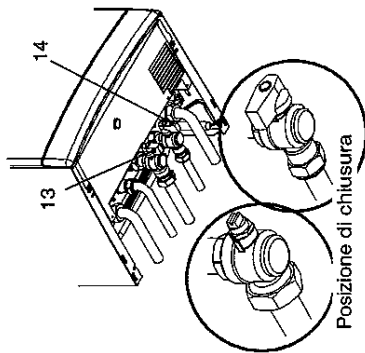

fig. 9.3
- 1 Chiudere il rubinetto entrata 14 in fig. 9.3